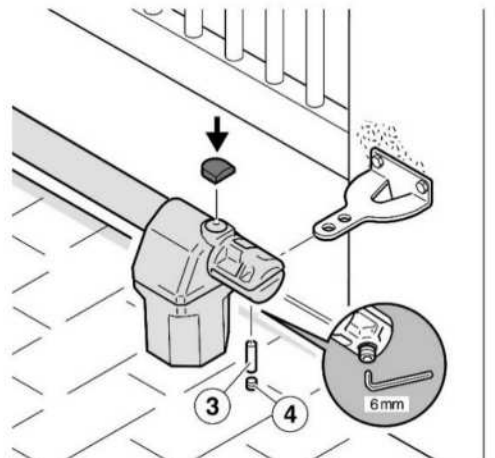

Fig.6
Para Montar el Operador Abatible al Soporte Trasero (Fig.6), Introduzca el Perno (3) y Fíjelo mediante su Tapón (4), Utilizando una Llave Allen de 6mm.